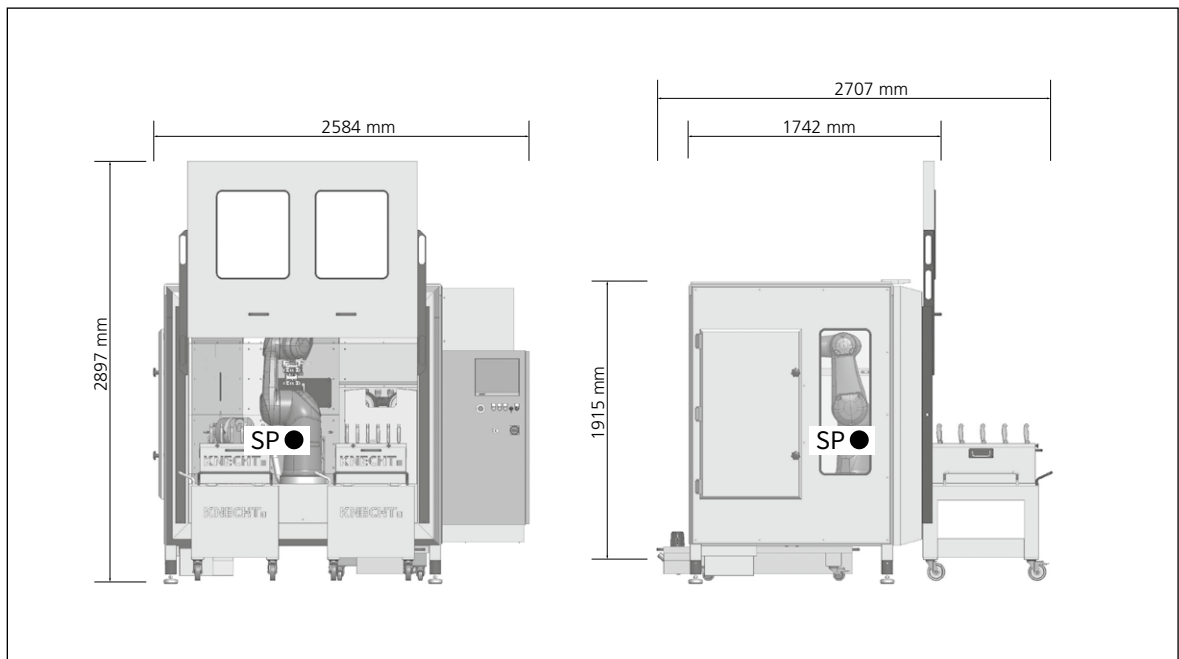

図 3-1 寸法 [mm]
輸送の際は、機械の重心に注意してください。図3-1には重心 (SP) を示してあります。